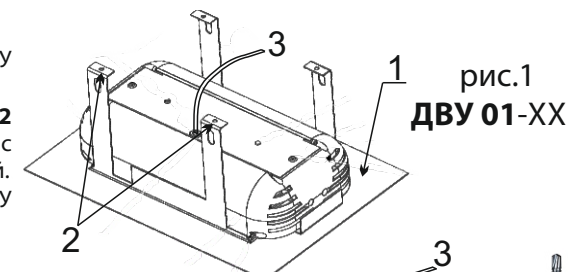
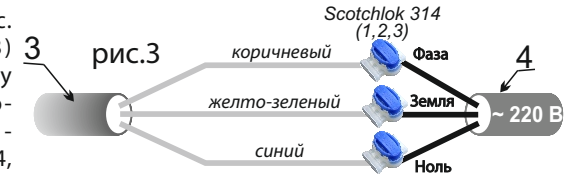

рис.1
рис.3
**5.1** Для монтажа светильников серии ДВУ (ДВУ 01,41-хх) необходимо (см.рисунок 1):
Необходимо подключить провод 3 (см.рис. 1,2,3) к питающему проводу 4 (см.рис.3) (соблюдая все требования по цветовому подключению проводов: **ЗЕМЛЯ**-желто-зеленый провод, **ФАЗА** - коричневый, **НОЛЬ** - синий) через три соединителя Scotchlok 314, используя ручной инструмент (пассатижи переставные).